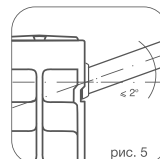

рис. 5
**!** **Во избежание аварии допустимое отклонение оси коллектора радиатора от подводящих труб не более 2° (рис. 5).**